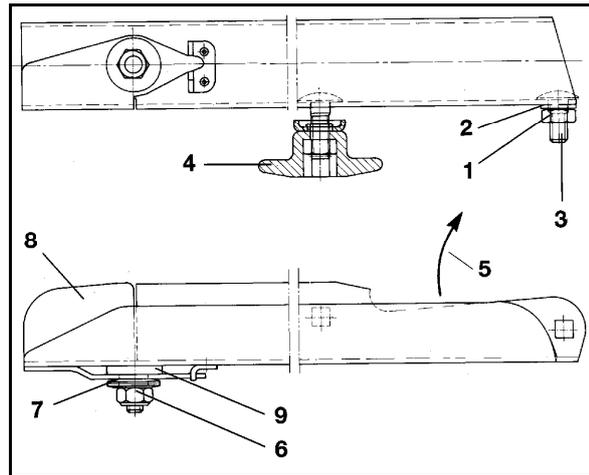

Fig. 77
Achten Sie unbedingt auf die korrekte Montage der Streuschaufeln! Die offene Seite der U-förmigen Streuschaufel weist in Drehrichtung (Fig. 77/5).
1. Lösen und entfernen Sie den Fixierbolzen (Fig. 77/3).
2. Lösen und entfernen Sie die schnell-lösbare Schraubverbindung (Fig. 77/4).
4. Tauschen Sie die benutzten selbstsichernden Muttern (Fig. 77/1) der Fixierbolzen gegen unbenutzte selbstsichernde Muttern aus.
5. Sichern Sie die jeweilige Streuschaufel mit Fixierbolzen, Unterlegscheibe und einer unbenutzten, selbstsichernden Mutter (Fig. 77/1) beweglich auf der Streuscheibe.
6. Ziehen Sie die selbstsichernde Mutter (Fig. 77/1) mit einem Werkzeug so fest an, dass Sie die Streuschaufel gerade noch von Hand verschwenken können.
7. Montieren Sie die jeweilige schnell-lösbare Schraubverbindung (Fig. 77/4), bestehend aus Flachrundschaube, Tellerfeder und Flügelmutter. Beachten Sie, dass die offene Seite der Tellerfeder unbedingt zur Streuscheibe weist.
9. Ziehen Sie die jeweilige Flügelmutter der schnell-lösbare Schraubverbindung (Fig. 77/4) von Hand fest an (werkzeuglos).